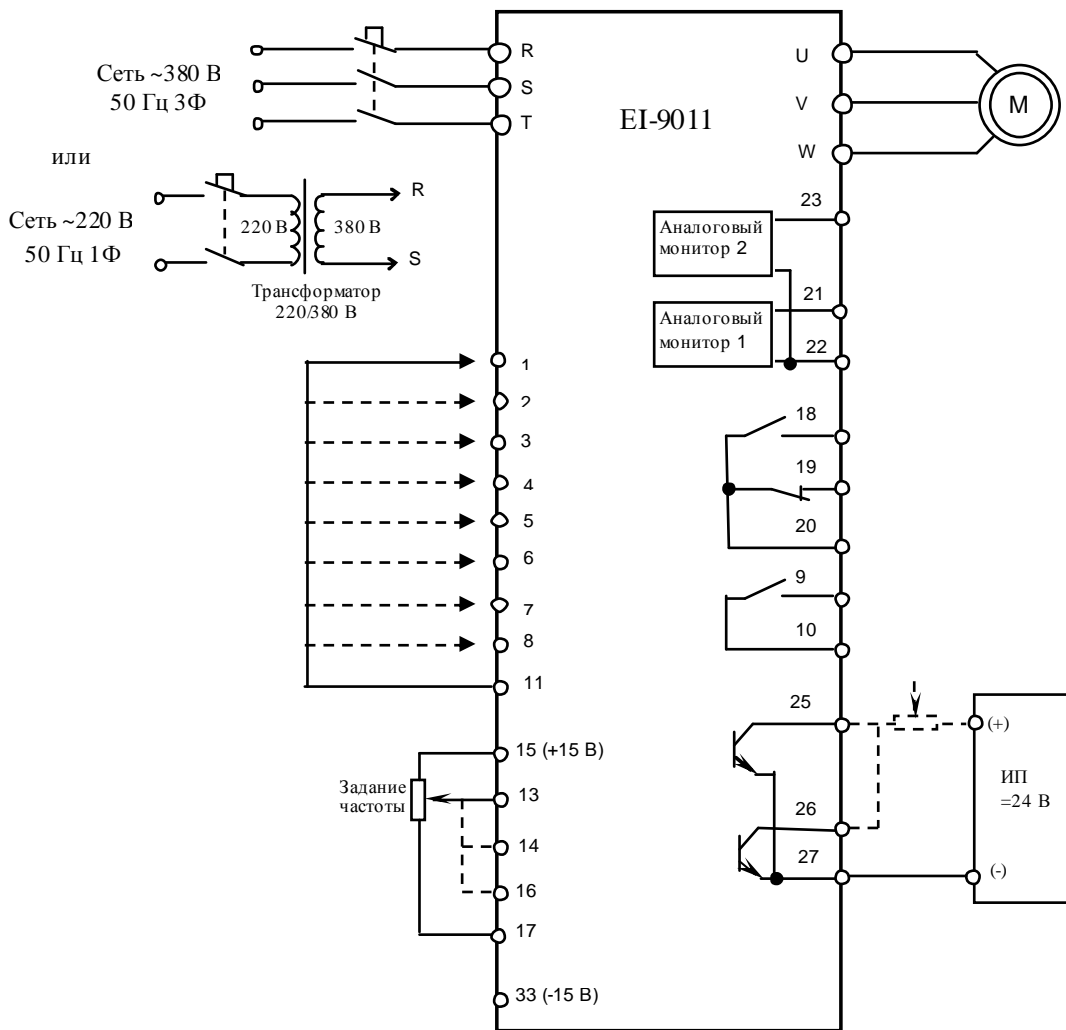

Рис. 4.14. Диагностика цепей управления преобразователя EI-9011.
4.13.18. Отсоединить потенциометр от клемм 15, 16, 17 и присоединить его к клемме 25 и к источнику питания  $=24$  В, как показано на рис. 4.14. Включить источник питания. При помощи мультиметра в режиме измерения постоянного напряжения  $V=$  измерить напряжение между клеммами 25 и 27 – должно быть  $24\pm 2$  В.